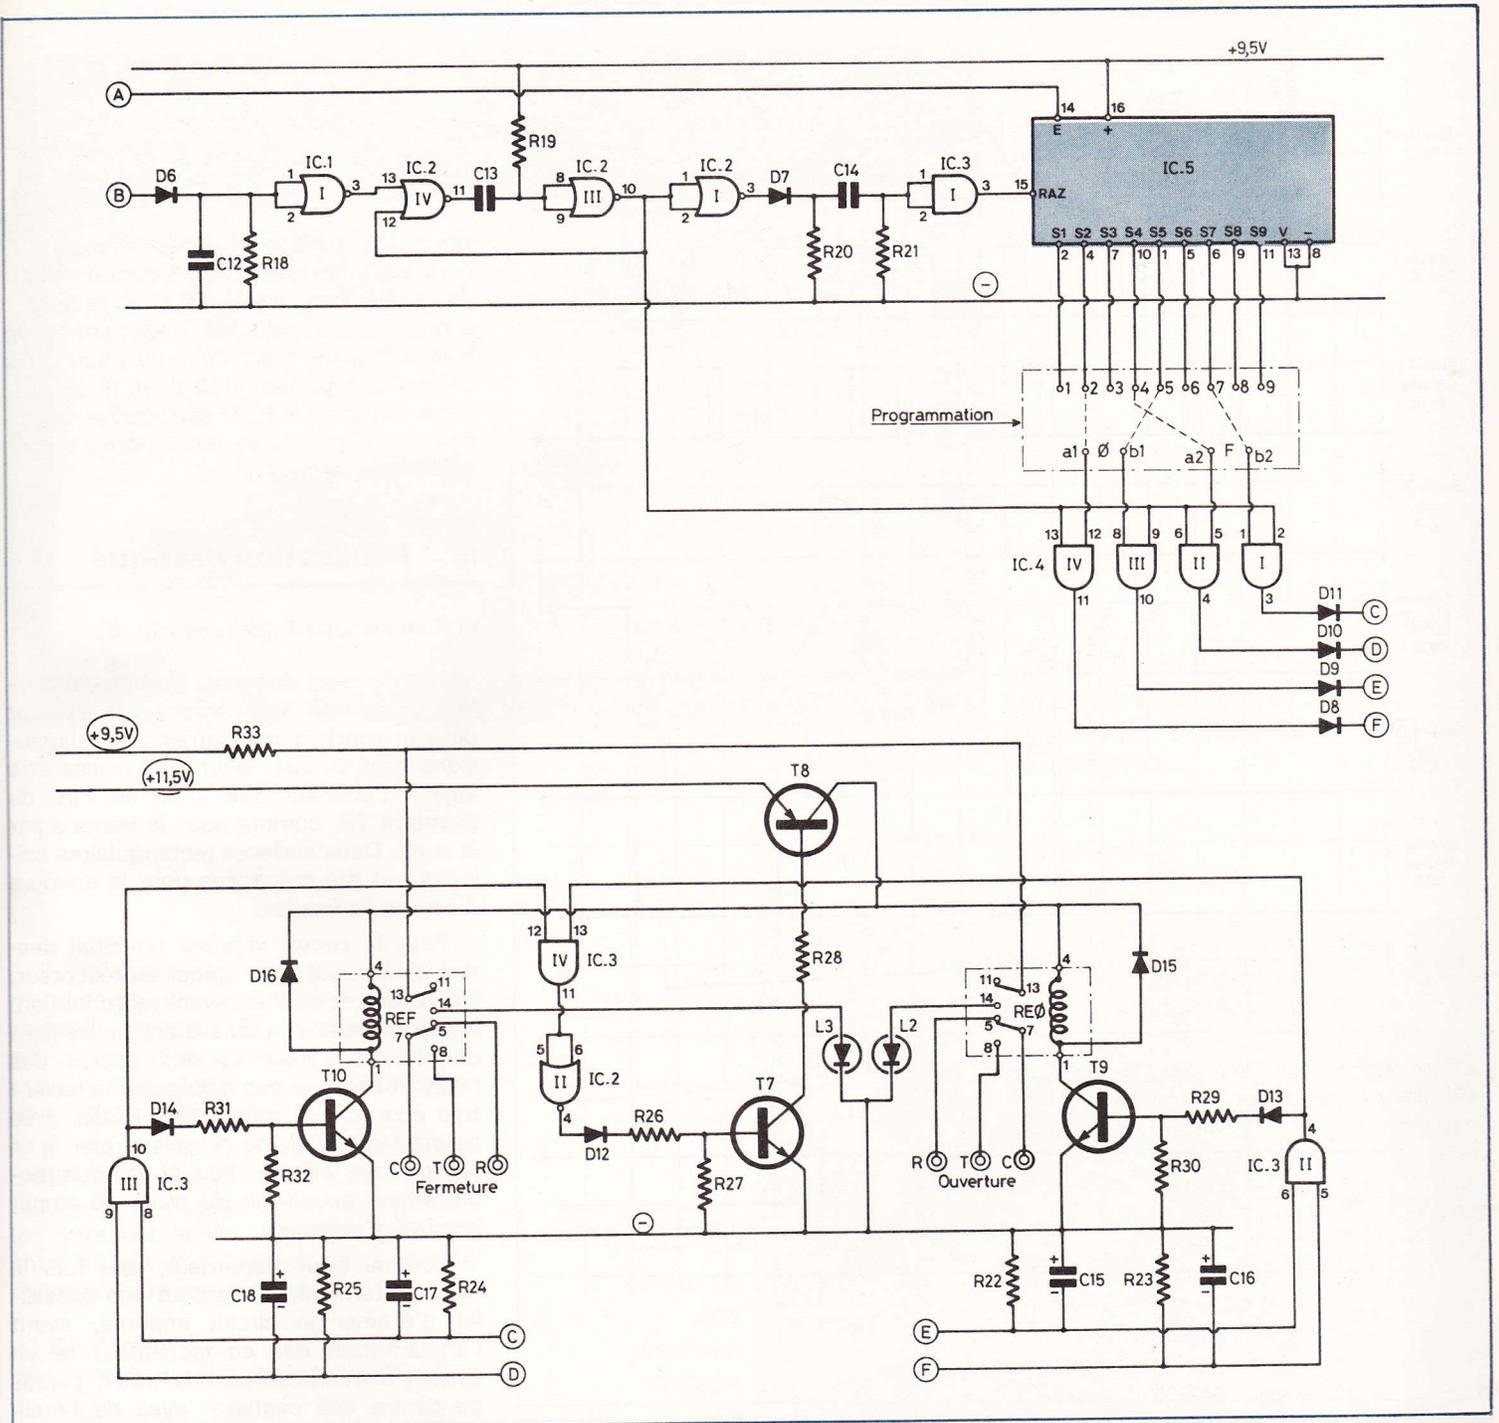

Fig. 3. et 4. — Schémas de principe des sections décodage et séparation des deux canaux. Intégration des signaux et commande des relais.
d) Détection des « trous » (fig. 3)
e) Ordre de lecture du compteur-décodeur (fig. 3)
f) Remise à zéro périodique du compteur-décodeur (fig. 3)
g) Intégration des résultats de la lecture (fig. 3 et 4)